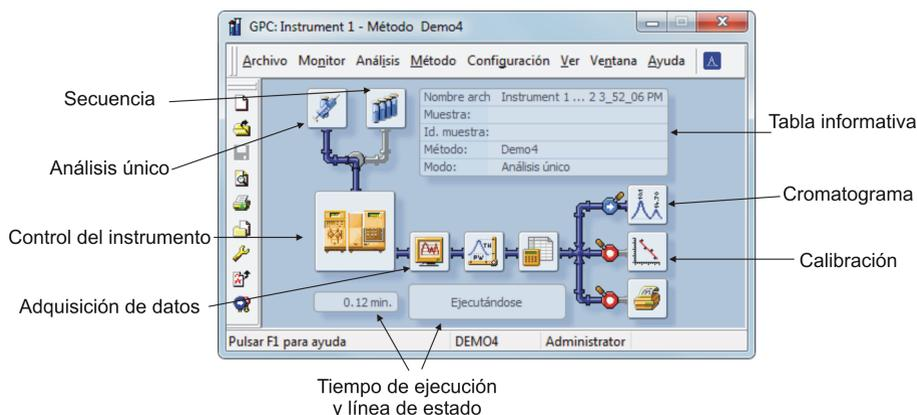

Fig 13: Ventana de proceso del análisis.
- La ventana del **instrumento** se abrirá; **Fig 13** en la pág. **19**. muestra los iconos más importantes en la ventana del **instrumento**. Durante el "paseo" le presentaremos todas las ventanas relativas a esos iconos.
- En la ventana del **instrumento** mire la *barra de estado* (ver **Fig 13** en la pág. 19.).La adquisición está ahora en el modo de *EJECUCIÓN* y allí se muestra el tiempo de ejecución actual.
- Para ver la ventana de la adquisición actual y controlarla usar el icono *Adquisición de datos*  (ver **Fig 13** en la pág. 19.) para acceder la ventana de **Adquisición de datos**.
- Pueden verse una o más señales, dependiendo de la configuración de la estación.El número de detectores (señales) y sus nombres pueden verse en la esquina superior derecha del gráfico ①.